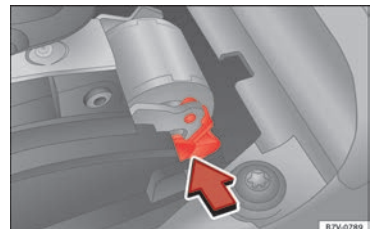

Bild 50 Manuell frigöring av växelväljarspaken
- Tryck frigöringsspaken » **bild 50** i pilens riktning och håll kvar den i detta läge.